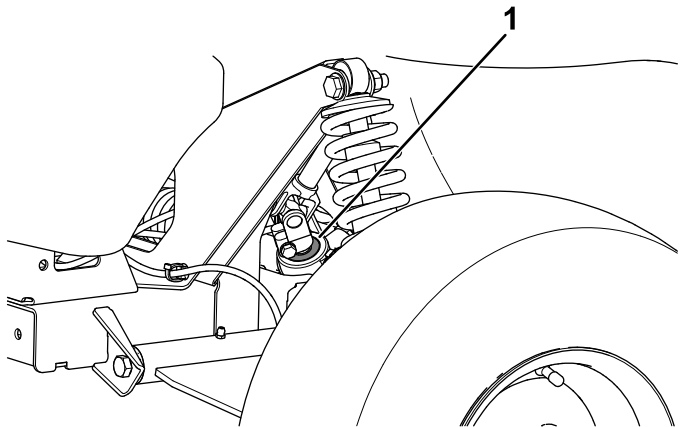

Bild 42
**Wichtig:** Überprüfen Sie den Zustand und die Sicherheit der Ritzel-Wellendichtung (**Bild 42**).